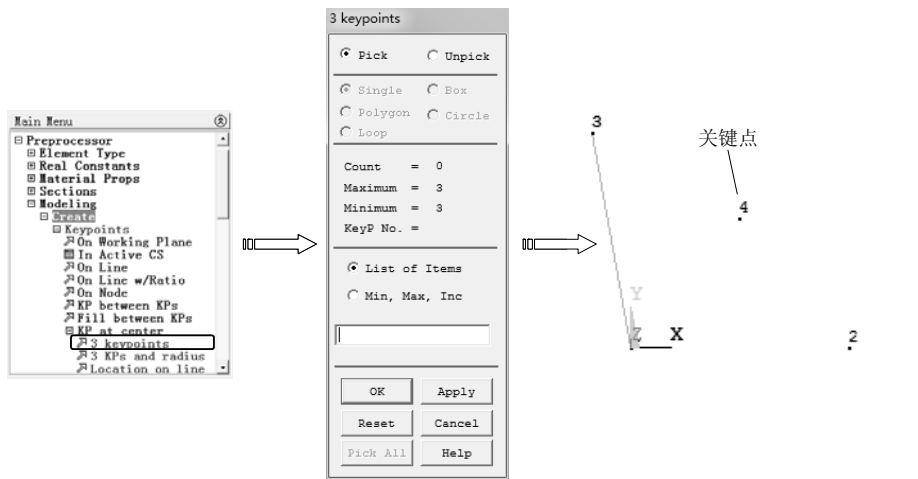

图 2-22 在中心创建关键点
(7) 在中心创建关键点 选择“Main Menu>Preprocessor>Modeling>Create>Keypoints>KP at center>3 keypoints”命令，弹出“3 keypoints”对话框，提示用户用鼠标在图形窗口中单击左键选中已知的三个关键点，然后单击“OK”按钮即可创建一个关键点，如图2-22所示。